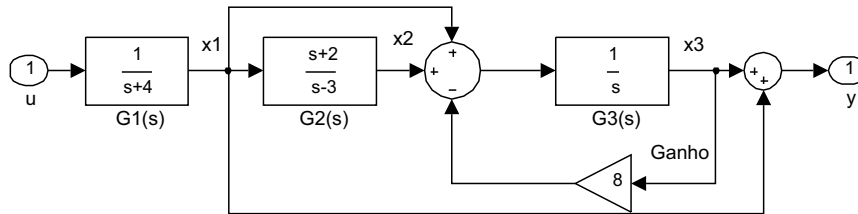

Figura 9: Diagrama de blocos do Exercício 11.
11. Considere o sistema descrito pelo diagrama de blocos da Figura 9.